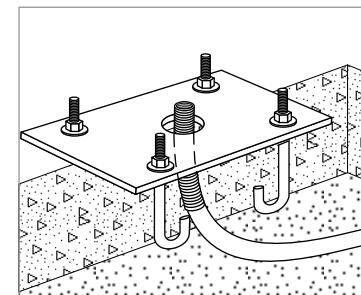

Рисунок 2
- 2.3 При бетонировании фундаментного столба для опорной тумбы шлагбаума следует установить анкерные винты (см. рисунок 2). В качестве шаблона используется фундаментная плита, входящая в комплект шлагбаума. Резьбовая часть винтов должна выступать над поверхностью фундаментной плиты на 20...30 мм.